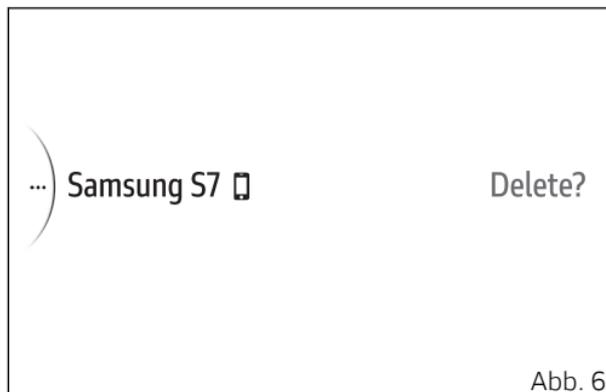

Abb. 6
Die gekoppelten Geräte werden aufgelistet. Durch Betätigen der Tasten (1) und (2) das gewünschte Gerät markieren, dann auf ENTER (3) drücken. Rechts wird die Angabe „Delete?“ angezeigt. (Abb. 6) Auf ENTER (3) drücken, um das gewählte Gerät aus der Liste zu löschen: Daraufhin wird einige Sekunden lang die Angabe „Wait...“ angezeigt, dann wird die Liste der gekoppelten Geräte aktualisiert.